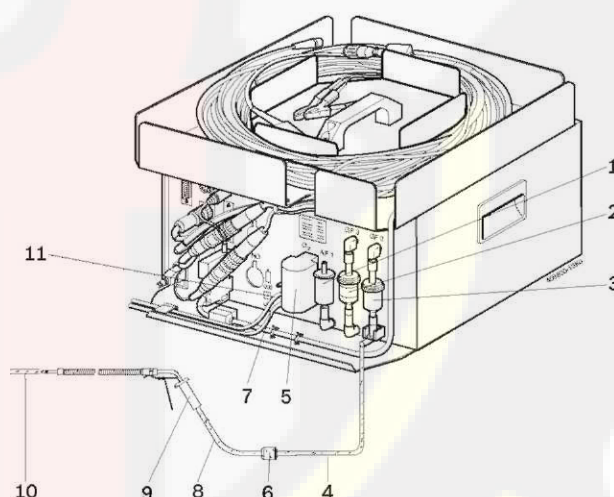

Рис. 5. Задняя сторона системы анализа отработавших газов BEA 460:
- Замена фильтра GF1 (рис. 5, поз. 6) в заборном шланге.
- Замена входного фильтра GF2 (рис. 5, поз. 3), см. раздел 5.3.5.
- Проверка присоединения обоих шлангов из ПВХ к газовым выходам (рис. 5, поз. 7 и 11).
- Проверка внешним осмотром зонда отбора (рис. 5, поз. 9).
- замена фильтра из активированного угля (рис. 5, поз. 1) в тракте с нулевым содержанием отработавших газов;